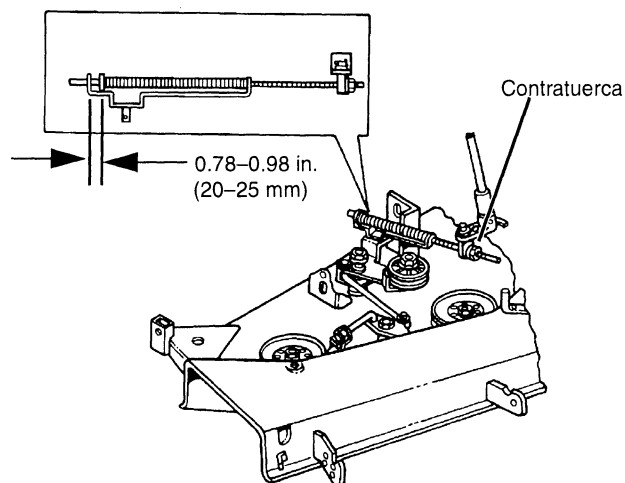

FIGURA 35
- Mida la distancia entre la ménsula y la arandela en la varilla de tensión. (vea la Figura 35)
IMPORTANTE: No trate de aflojar la contratuerca (Vea la Figura 35) en la varilla de tensión, si no tiene la llave adecuada para hacer el ajuste.